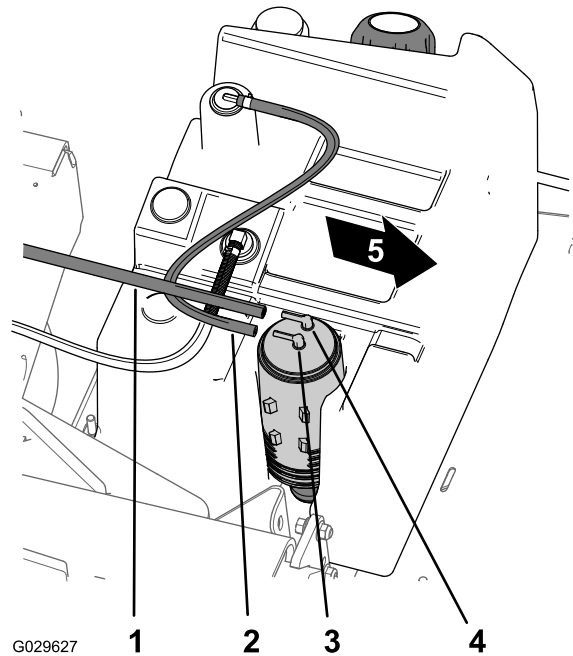

Bild 43
- Schließen Sie den Kraftstofftankschlauch vom Anschlussstück am Aktivkohlefilter ab, das mit „Fuel Tank“ markiert ist (**Bild 43**).
- Schließen Sie den Saugschlauch vom Anschlussstück am Aktivkohlefilter ab, das mit „Purge“ markiert ist (**Bild 43**).
8. Befestigen Sie den Saugschlauch am Anschlussstück am Aktivkohlefilter, das mit „Purge“ markiert ist, und den Kraftstofftankschlauch am Anschlussstück, das mit „Fuel Tank“ markiert ist (Bild 43).